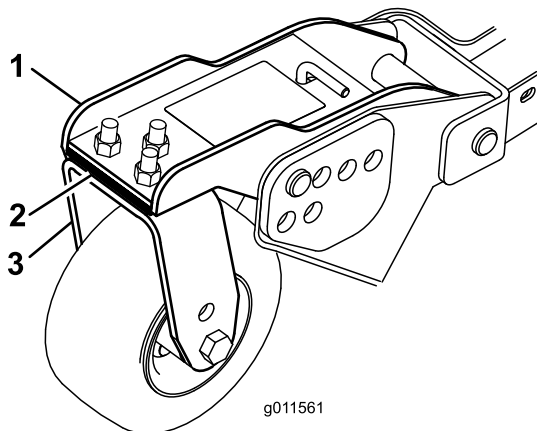

Figura 106
1. Togliete le viti a testa cilindrica e i dadi che fissano il braccio della ruota orientabile alla forcella (Figura 106).